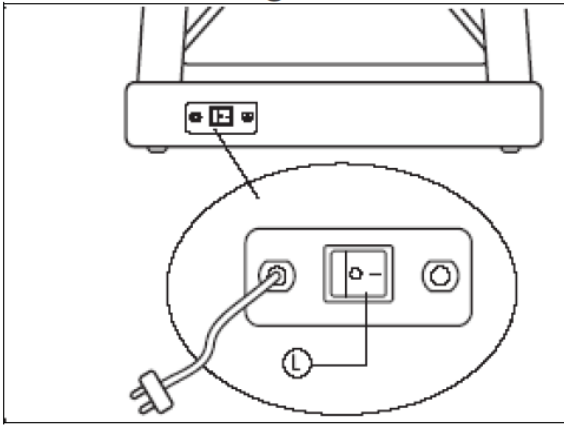

Fig.2
Klucz bezpieczeństwa (g) powinien znajdować się na swoim miejscu (E)(fig.2). W innym wypadku urządzenie nie zacznie działać. Po umieszczeniu klucza bezpieczeństwa (g) na odpowiednim miejscu (E), zabrzmi charakterystyczny dźwięk i na wyświetlaczu pojawi się 00:00, co oznacza, że urządzenie jest gotowe do pracy (READY).